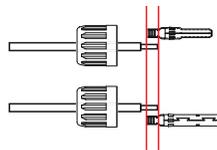

图3.27 将线缆插入端子螺母和金属端子
2. 将线缆插入端子螺母和金属端子, 注意线缆插入金属端子的深度 (如图3.27所示)。